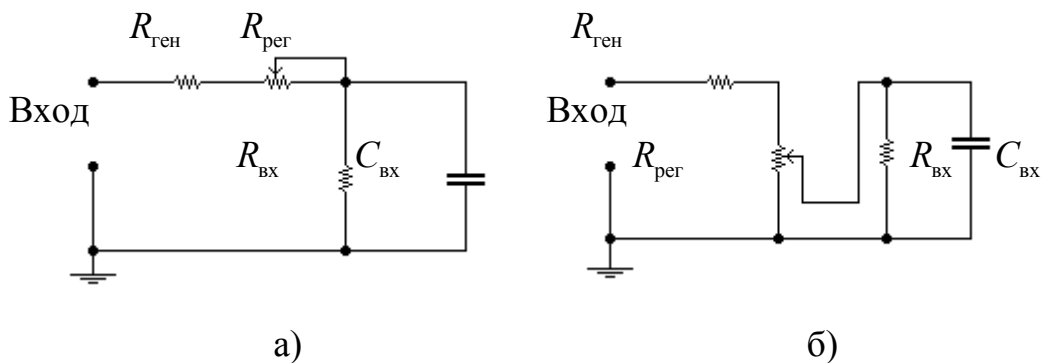

Рис. 4.1. Схемы пассивной регулировки усиления
1. Соберите схемы пассивной регулировки усиления (рис. 4.1). Выберите величину регулировочного сопротивления  $R_{\text{рег}}$  таким образом, чтобы в худшем случае верхняя граничная частота на уровне 0,7 для каждой из схем составляла не менее заданной преподавателем (или выбранной студентом) величины (внутреннее сопротивление источника сигнала  $R_{\text{ген}}$  примите равным 50-100 Ом, сопротивление нагрузки  $R_{\text{вх}} = 5$  кОм (входное сопротивление усилителя, на входе которого стоит регулятор усиления) и емкость нагрузки  $C_{\text{вх}} = 100$  пФ (расчетные формулы даны в приложении в конце описания данной работы).
регулирующую характеристику (зависимость модуля коэффициента передачи на средних частотах от величины регулирующего сопротивления). Под регулирующим сопротивлением в схеме а) понимается незамкнутая часть  $R_{\text{рег}}$ , в схеме б) – сопротивление между точкой подключения движка и общим проводом (нижняя часть сопротивления  $R_{\text{рег}}$  на схеме рис. 4.1,б).
2. Какая из схем на рис. 4.1 обеспечивает большую глубину регулировки усиления при одинаковых значениях регулировочных сопротивлений?
**Расчетные соотношения для схем рис. 4.1**
В случае  $R_{\text{ген}} = 0$  и  $R_{\text{вх}}$ , стремящегося к бесконечности ( $R_{\text{вх}} \gg R_{\text{рег}}$ ), для схемы рис. 4.1,а
Для схемы рис. 4.1,б:
Для схемы рис. 4.1,б верхняя граничная частота минимальна в случае равенства сопротивлений выше и ниже движка потенциометра:
а параллельное соединение этих сопротивлений дает  $R_{\text{экв}}$ , определяющее верхнюю граничную частоту, как и в схеме рис. 4.1,а: